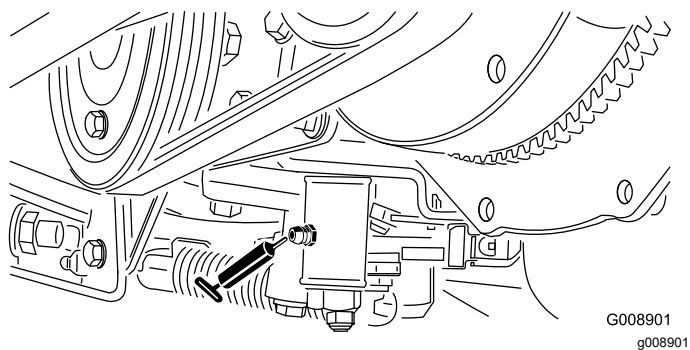

Figura 52
- Mecanismo de ajuste do ponto morto (Figura 52)